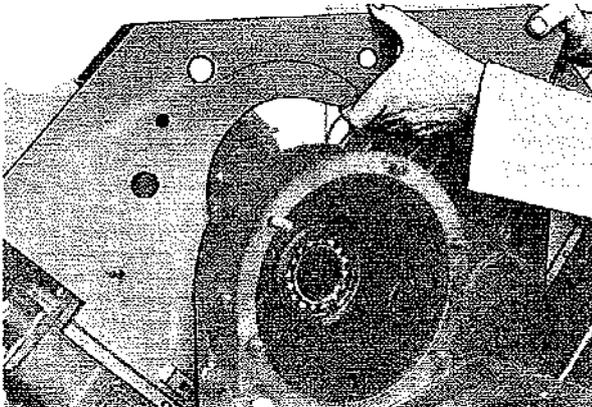

Fig. 69
- Lamiera convogliatrice lato campana volano con deflettori per cilindri (Fig. 69).